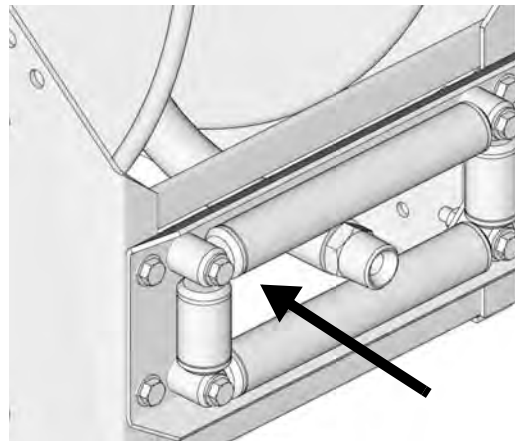

ABB. 19
5. Das lose Schlauchende durch die Schlauchrollen führen und den Schlauch von Hand auf den Aufroller wickeln und sichern (ABB. 19).